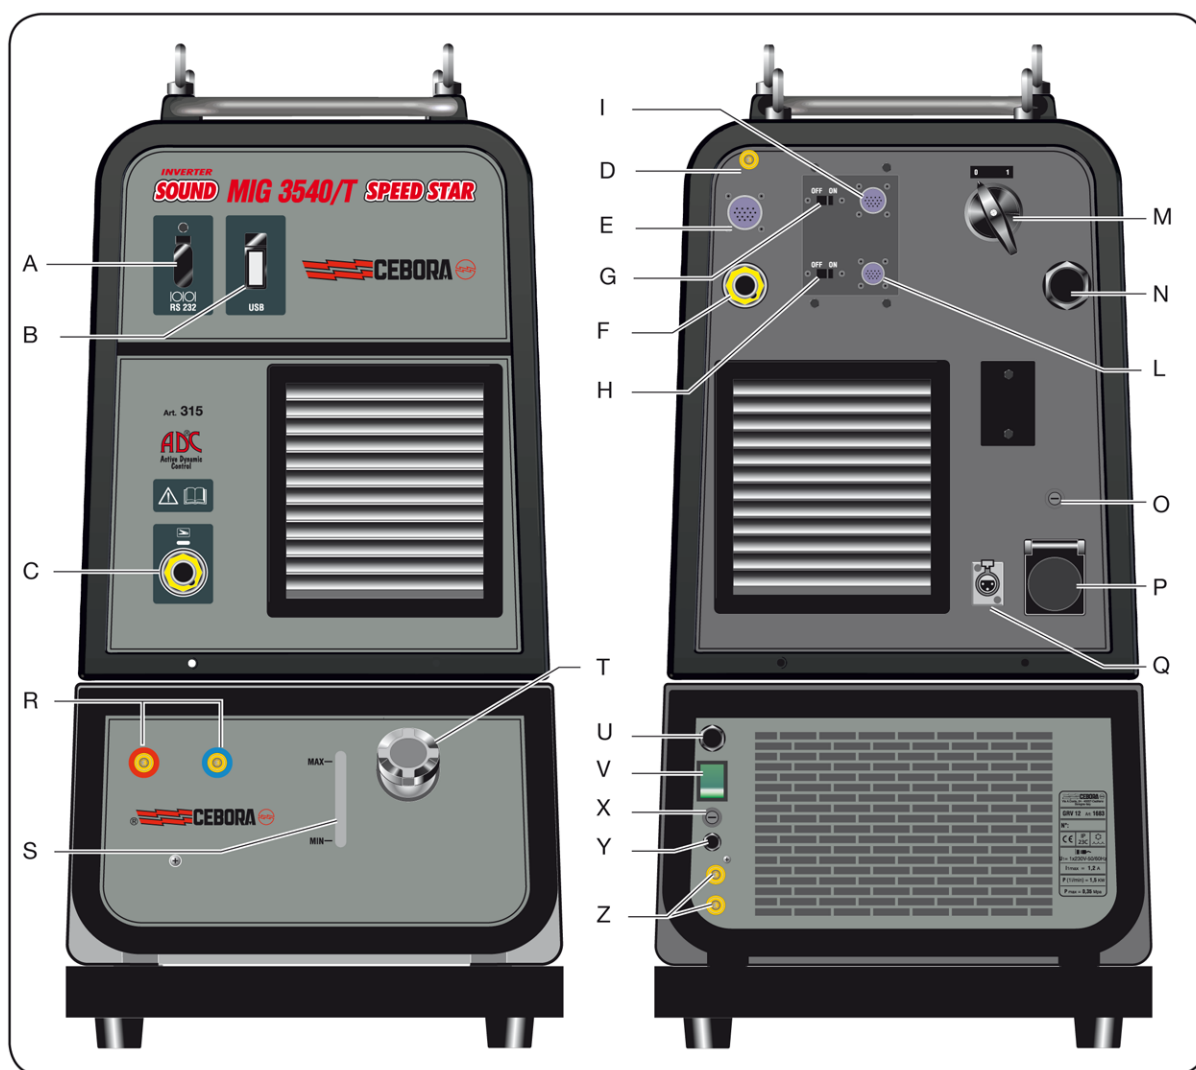

fig. 4
Alimentare il Sistema di Saldatura tramite l'interruttore **M** del Generatore (fig. 4).
3.3 Messa in opera Gruppo di Raffreddamento (fig. 4).
4.3 Descrizione comandi e attacchi (fig. 4).